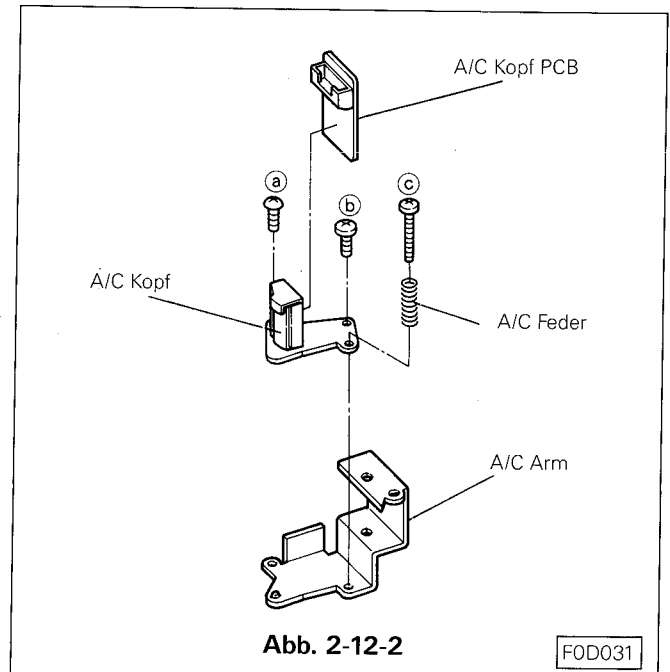

Abb. 2-12-2
- Die drei A/C Kopf Befestigungsschrauben (a), (b) und (c) und die A/C Feder (siehe Abb. 2-12-2) entfernen, den A/C Kopf vom A/C Halter entfernen.
- Die A/C Kopf PCB vom A/C Kopf ablöten. Siehe Abb. 2-12-2.
2-12-2 Einbau (siehe Abb. 2-12-2)